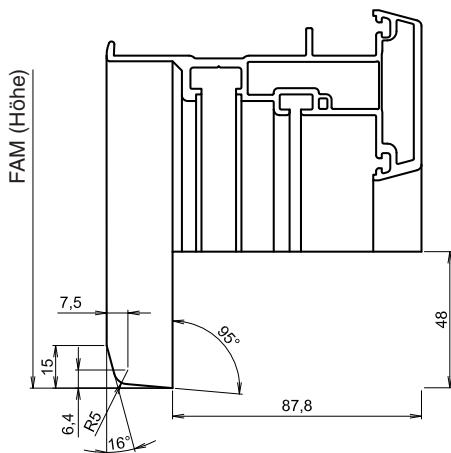

Abb.1 Fräskontur
- Stulpprofil (1) zuschneiden (Länge = FAM)
- Stulpprofil (1) konturfräsen (siehe Abb.1)
- Stulpprofil (1) mit Stahlverstärkung V113 versehen.